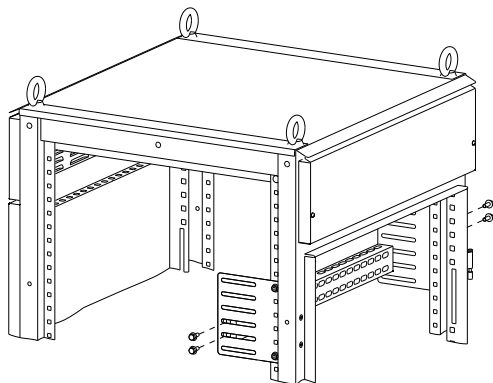

Рисунок 14
5.4.1 Установите Лонжерон между двумя предварительно смонтированными Пластинами установочными и закрепите болтами М6×16 (рисунок 14). Момент затяжки 5 Н·м.